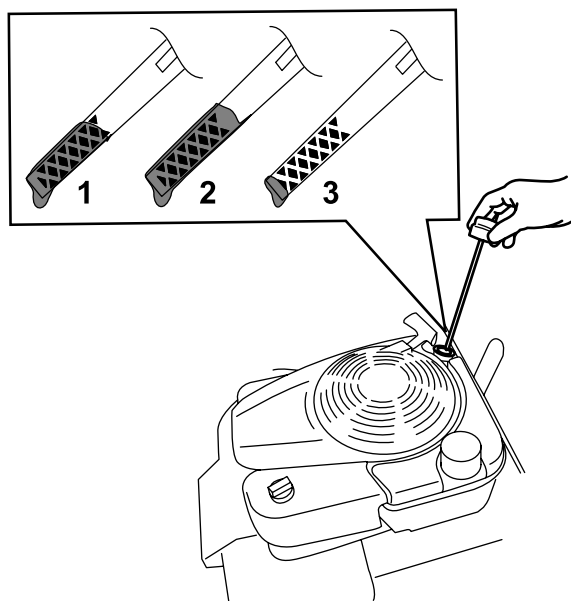

Figura 6
7. Leia o nível de óleo na vareta (Figura 6).
2. Retire a vareta rodando-a no sentido contrário ao dos ponteiros do relógio e puxando-a para fora (Figura 6).